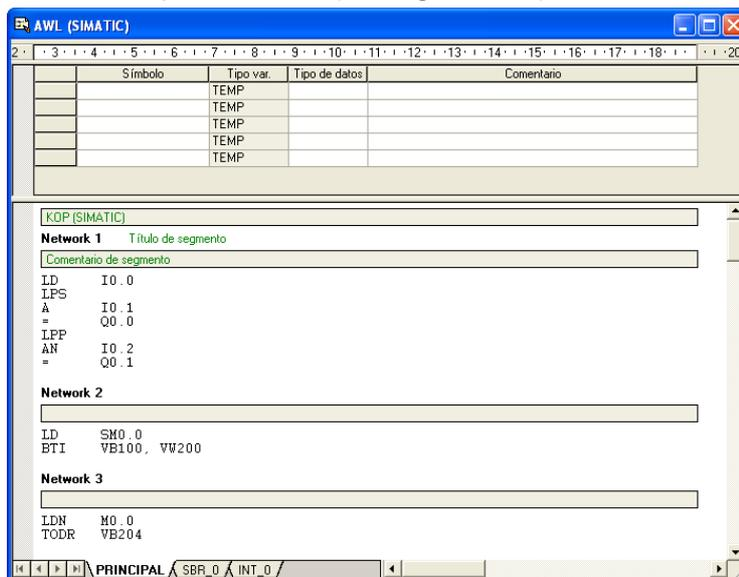

Figura 108: Editor AWL del Step 7-Micro/WIN [37]
- **Lista de instrucciones (AWL).** El editor AWL (Lista de instrucciones) de STEP 7-Micro/WIN permite crear programas de control introduciendo la nemotécnica de las operaciones. (Ver figura 108)